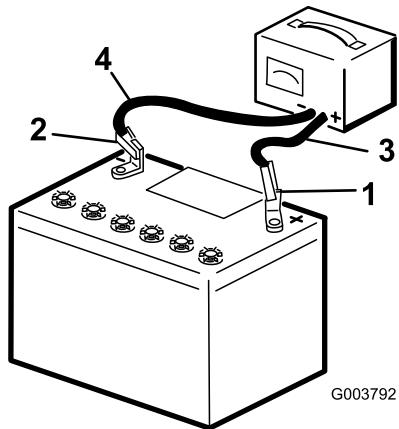

Figura 70
4. Conecte el cable positivo del cargador de la batería al borne positivo de la batería (Figura 70).
5. Conecte el cable negativo del cargador de la batería al borne negativo de la batería (Figura 70).
7. Cuando la batería esté completamente cargada, desconecte el cargador de la fuente de electricidad, luego desconecte los cables del cargador de los bornes de la batería (Figura 70).